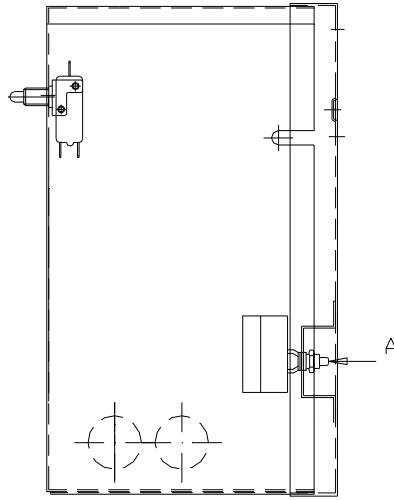

Fig. 2
- b) Para poner de nuevo en funcionamiento, rearmar el termostato de seguridad, que está situado en la parte inferior de la caja de contactores, pulsando botón rojo "A" ( Fig. 2).